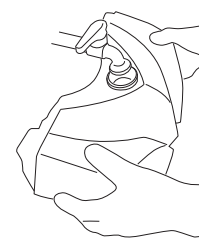

Fig.23
- Remplir le réservoir (Fig. 23).